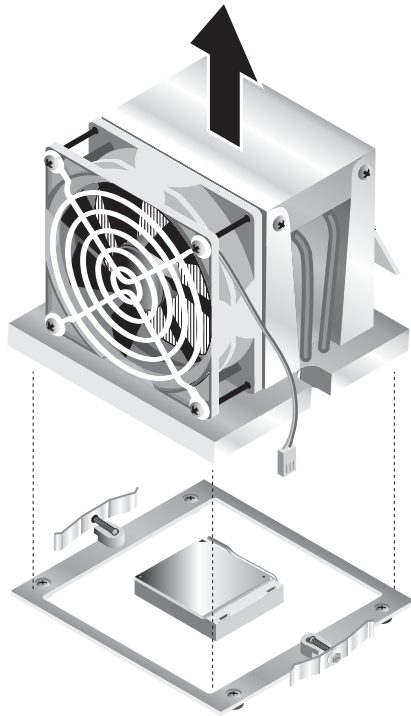

BILD 4-9 Ta bort kylfläns- och fläktenheten
- 7. Lyft kylfläns- och fläktenheten rakt upp och ta undan den från moderkortet (se BILD 4-9).**